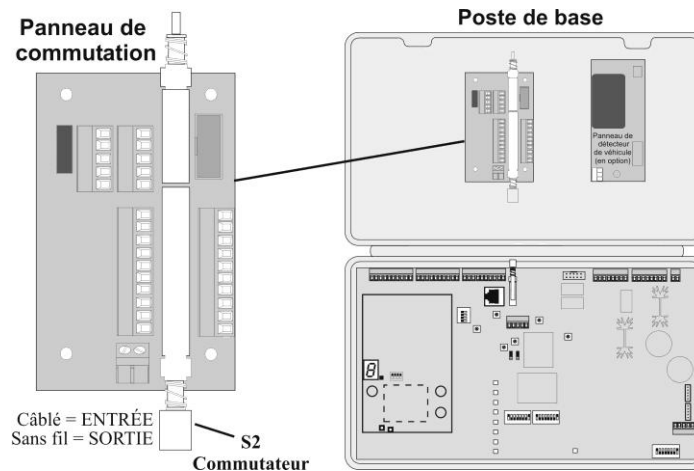

Figure 25. Commutateur S2 du panneau de commutation
Afin d'utiliser un système de secours câblé, vous devez avoir un panneau de commutation (en option) dans votre poste de base. Ouvrez le poste de base et cherchez le panneau illustré à la Figure 25. S'il n'y a pas de panneau de commutation, un système de secours câblé ne peut pas être utilisé. S'il y a un panneau de commutation, placez le commutateur S2 sur la position Entrée (IN) pour utiliser le système de secours câblé. Lorsque vous utilisez le système Wireless IQ, laissez le commutateur S2 sur la position Sortie (OUT).